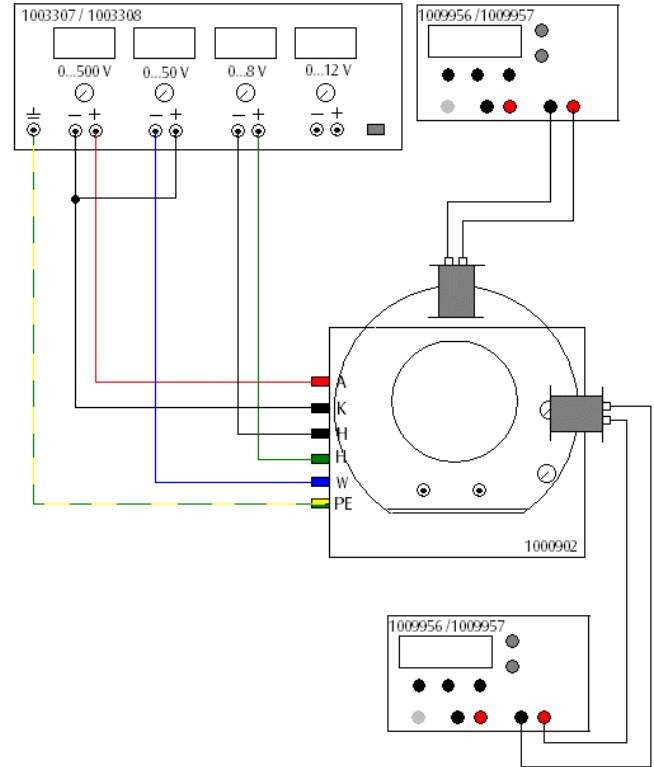

Fig. 4: Colocación y cableado de las bobinas.
- Una bobina se fija en el anillo metálico con el eje en dirección horizontal dirigida hacia adentro, como se muestra en la Fig. 4.
- Las entradas de la bobina (verde, amarillo) se conectan con el generador de funciones (ajustado a una tensión senoidal de 50 Hz), de acuerdo con la Fig. 4. La amplitud se elige de tal forma que la línea que aparezca en la pantalla sea tan larga como la mitad del diámetro de la pantalla.
- Se enciende la fuente de alimentación de CA/CC y se ajusta una tensión alterna (CA) hasta que aparezca una elipse en pantalla.